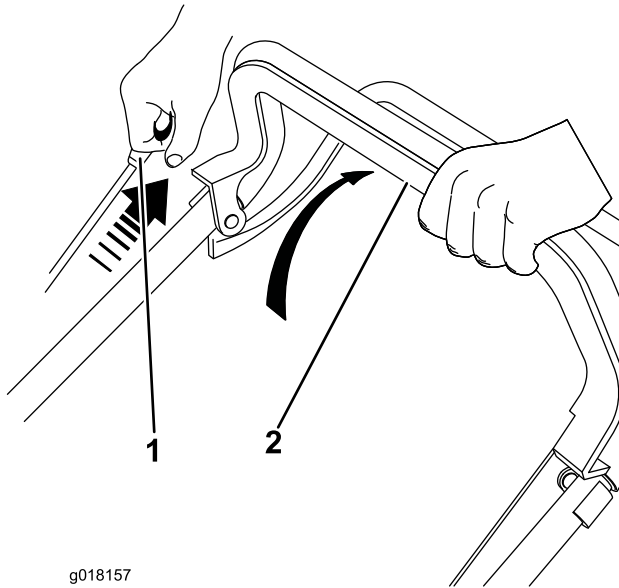

Figura 12
1. Tenete la barra di comando della lama contro la stegola (Figura 12).
2. Tirate la maniglia dell'avviatore autoavvolgente (Figura 12).